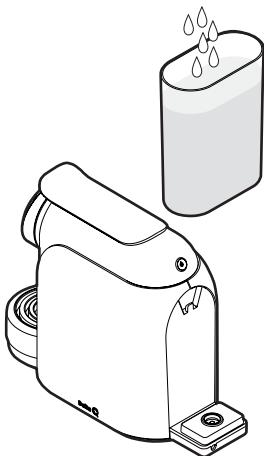

Abb. 3: Den Wassertank entnehmen und mit Wasser füllen.
- Entnehmen Sie den Wassertank und öffnen Sie den Deckel (siehe **Abb. 3**). Füllen Sie den Wassertank anschließend mit etwa 1 l Wasser.